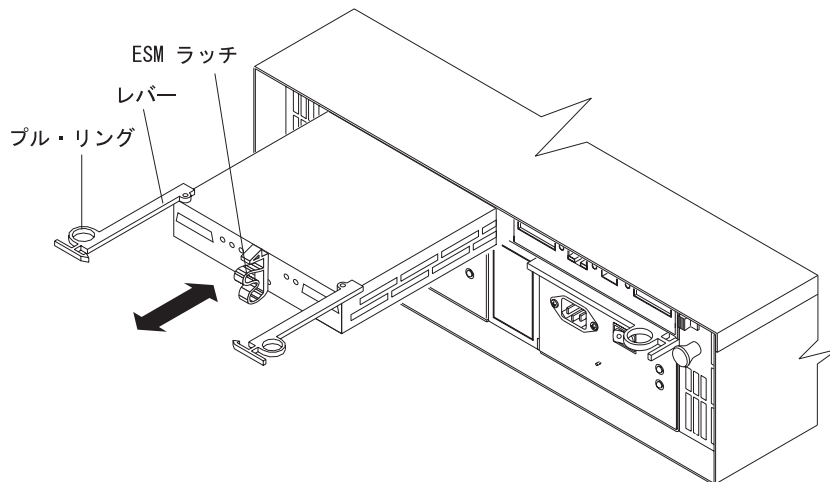

図 11. ESM の取り替え
1. 1 つの ESM を拡張ユニットの空のスロットにスライドさせます。スライド時には、図 11 に示すようにレバーをまっすぐに引き出してください。